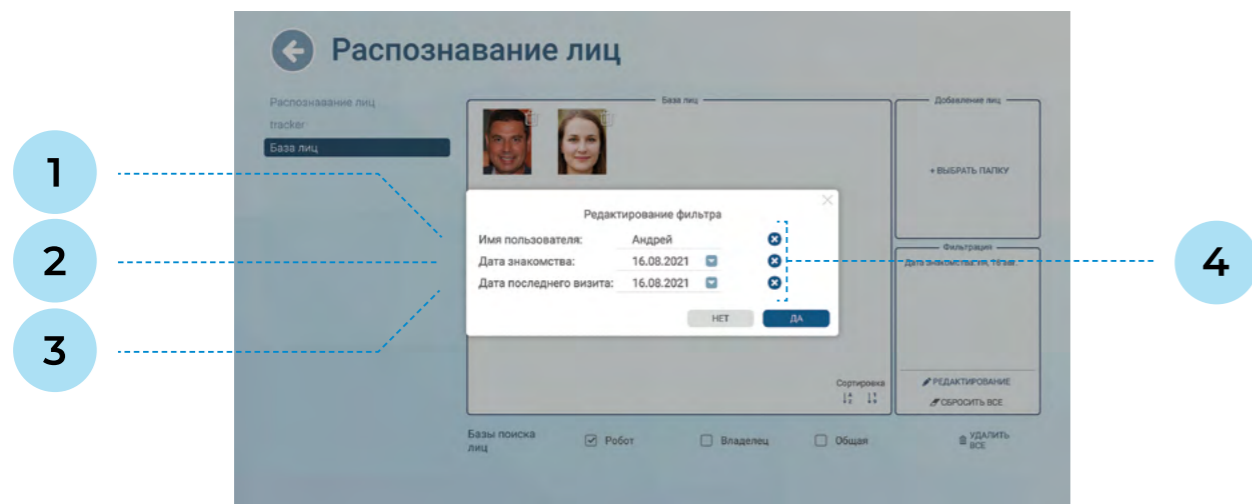

Рисунок 6.18. Редактирование фильтра отображения лиц в базе
- Редактирование** — кнопка для редактирования фильтров (рис. 6.18).